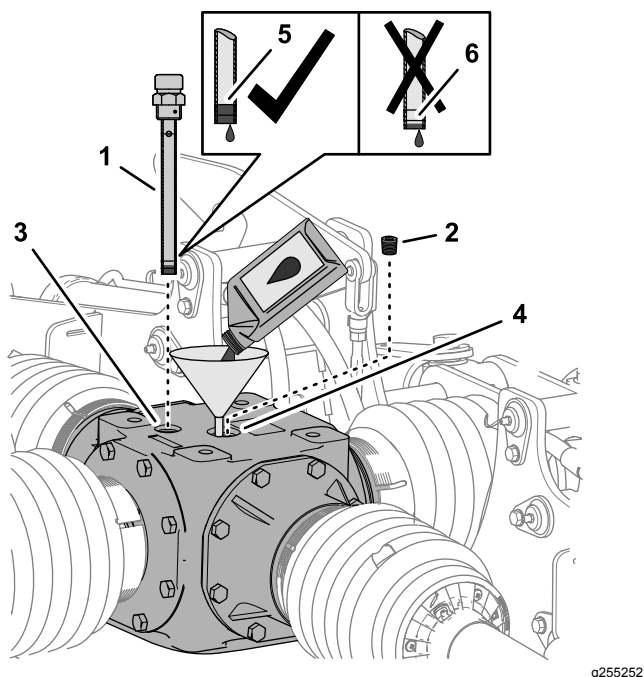

Рисунок 61
1. Извлеките масломерный щуп из отверстия в верхней части среднего редуктора и начисто протрите щуп (Рисунок 61).
- Выверните пробку из заливного отверстия в верхней части редуктора (Рисунок 61).
- Долейте 2484 мл трансмиссионного масла указанного типа в редуктор через заливное отверстие (Рисунок 61).
- Заверните масломерный щуп в отверстие, выверните щуп и проверьте уровень масла по щупу (Рисунок 61).
- Заверните масломерный щуп в заливное отверстие и затяните его (Рисунок 61).
- Заверните пробку в заливное отверстие и затяните ее (Рисунок 61).